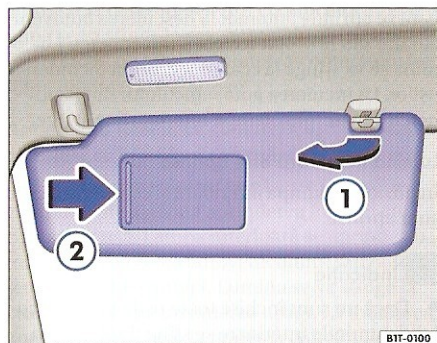

Fig. 34 Parasolarul pe partea conducătorului.
Parasolarele pentru conducătorul auto și pentru pasagerul dreapta pot fi scoase din suportii din mijlocul autovehiculului și pot fi poziționate paralel cu ușa ⇒ fig. 34 ①.